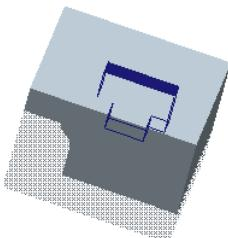
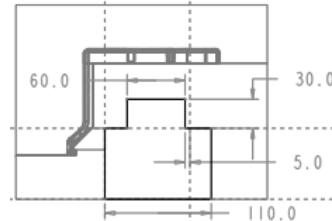

图 26.24 拉伸特征
图 26.25 截面草图
Step2. 创建图 26.24 所示的“切除”拉伸特征。
(1) 单击 **模具** 功能选项卡 **形状** ▾ 区域中的 按钮，此时系统弹出“拉伸”操控板，将“去除材料”按钮 按下。
(2) 定义草绘截面放置属性。在绘图区中右击，选择快捷菜单中 **定义内部草绘...** 命令。系统弹出“草绘”对话框，然后选择 MOLD_FRONT 基准平面作为草绘平面，草绘平面的参考平面为 MOLD_RIGHT 基准平面，方位为 **右**，单击 **草绘** 按钮，系统进入截面草绘环境。
(3) 进入截面草绘环境后，选取 MOLD_RIGHT 基准平面和坯料边线为草绘参考，然后绘制图 26.25 所示的截面草图，完成截面草图的绘制后，单击“草绘”操控板中的“确定”按钮 。
(4) 选取深度类型并输入深度值。在操控板中选取深度类型 ，再在深度文本框中输入深度值 25.0，并按 Enter 键。
(5) 在“拉伸”操控板中单击 按钮，完成特征的创建。